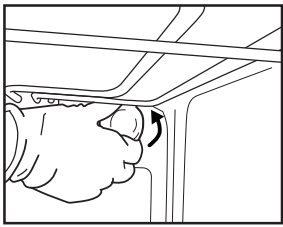

fig. 6
2. Skru av lampedekselet (fig. 6), skift pæren (se merknad for type) og skru lampedekselet tilbake på plass.